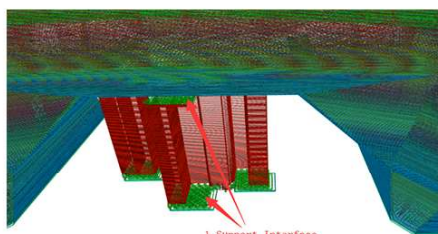

图 10
6.支撑表面速度（单位mm/s）：即模型支撑上、下表面的打印速度，如图 10；**建议支撑表面速度为：10-60mm/s。**